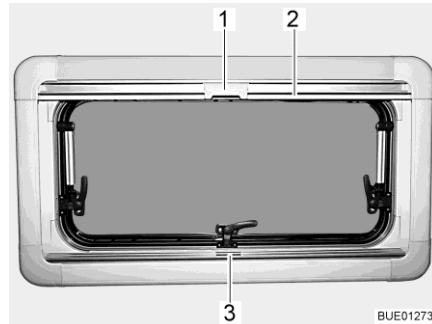

Fig. 98 Ventana abatible
- Sujetar el estor plegable por el centro del agarradero (Fig. 98,3), tirar de abajo a arriba y soltarla a la altura deseada. El estor plegable se queda fijo a esta altura.
- Tirar del agarradero de la mosquitera enrollable (Fig. 98,2) hacia abajo hasta que choque con el agarradero del estor plegable (Fig. 98,3).
- Bloquear el cierre (Fig. 98,1) de la mosquitera enrollable con el agarradero del estor plegable.
- Empujar hacia atrás el cierre (Fig. 98,1) de la mosquitera enrollable por arriba.
- Regresar la mosquitera enrollable lentamente en el agarradero (Fig. 98,2).